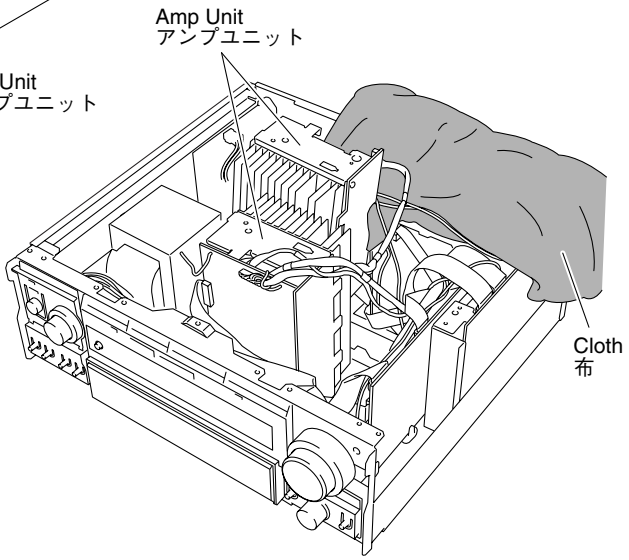

Fig. 7
- アンプユニットはヒートシンクといっしょに、アートベースの上を立ててチェックします。(Fig. 7)